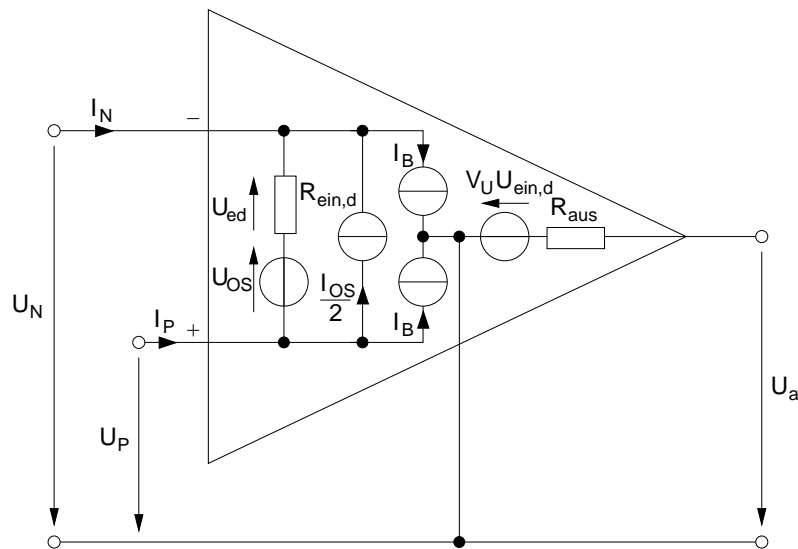

Abb. 2: Ersatzschaltbild eines realen Operationsverstärkers mit Ruhestromen und Offsetgrößen.
Der Einfluss von nichtidealen Eigenschaften des OP's kann mit Hilfe eines geeigneten Ersatzschaltbildes ermittelt werden. Abb. 2 zeigt ein quasistatisches Ersatzschaltbild eines realen OP's ohne Rauschquellen. Es berücksichtigt einen endlichen „differentiellen“ Eingangswiderstand  $R_{\text{ein,d}}$ , Offset, ein  $I_B$ , eine endliche (reelle) Spannungsverstärkung  $V_U$  und einen endlichen Ausgangswiderstand  $R_{\text{aus}}$ .
Es wird ein invertierender Verstärker nach Abb. 3 aufgebaut. Für den OP gilt das Ersatzschaltbild in Abb. 2, wobei  $V_U \rightarrow \infty$  angenommen werden kann.
- Bestimme die Gesamtschaltung aus Abb. 2 und 3 in Abb. 1